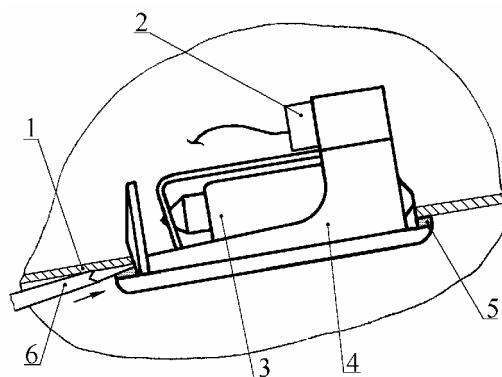

Рис. 55. Плафон освещения багажника:
17.5.1. Открыть багажник и снять плафон 4 (рис.55) освещения багажника с прокладкой 5 с усилителя 1 проёма окна задка, отжав отверткой 6 защелку плафона, как показано на рис. 55.